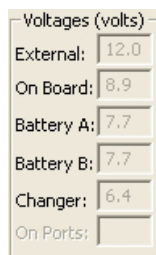

Рисунок 19. *Voltages Information*
5. В поле *Voltages* можно просмотреть информацию о напряжении внешнего источника, батарей и т.п. (Рис. 19).